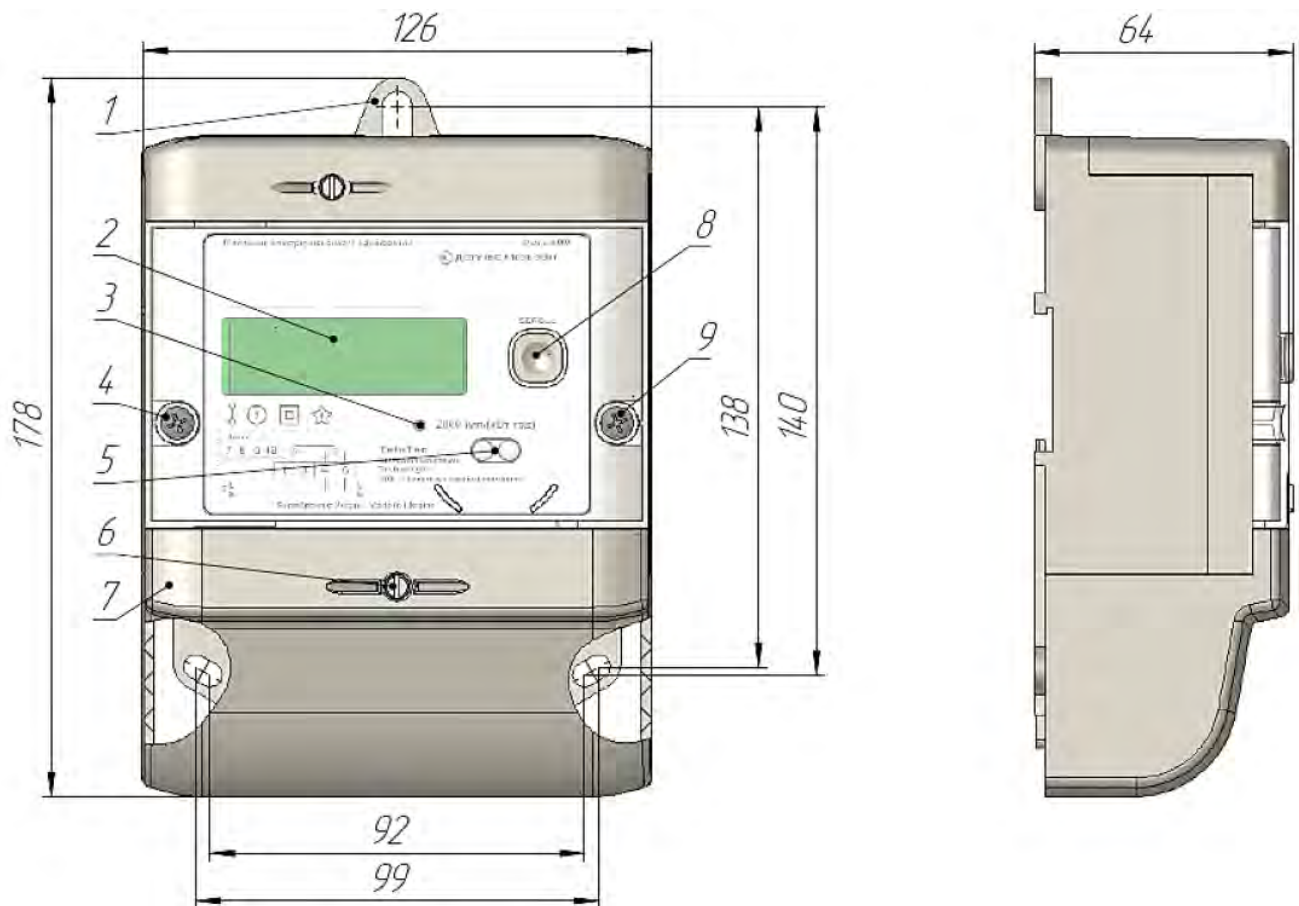

Рис. 3.1 Общий вид счетчика
- Выбрать подходящее условиям эксплуатации место установки, исходя из габаритных размеров счетчика, указанных на рис. 3.1, и удобства подвода к счетчику проводов сети.